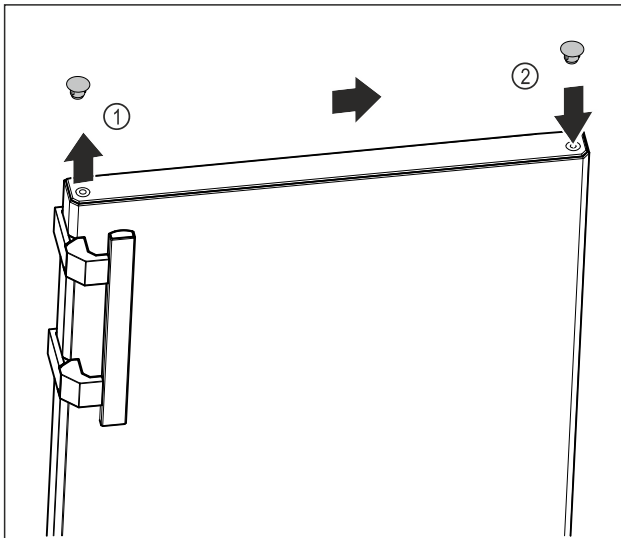

Fig. 9
- ▶ Ngrini lart me kujdes tapat mbuluese të anës së derës Fig. 9 (1) me një kaçavidë me kokë petë.
- ▶ Vendosni tapat mbuluese në anën e kundërt. Fig. 9 (2)